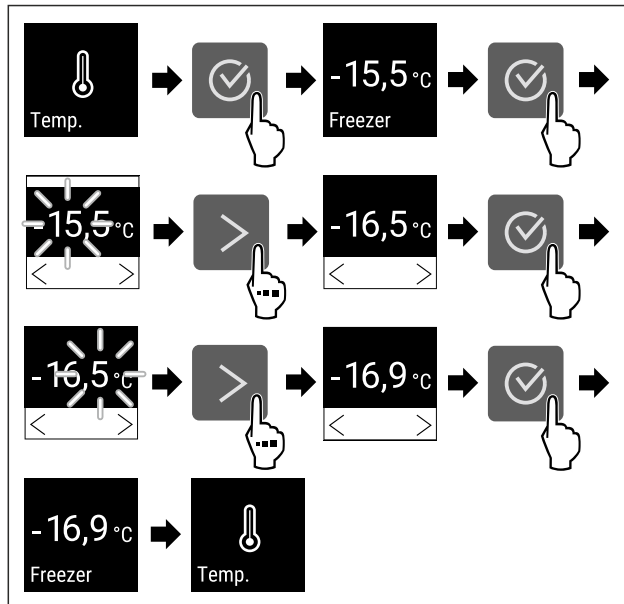

Fig. 66 Zmiana temperatury z -15,5°C na -16,9°C
- ▶ Wykonać czynności (patrz Fig. 66).